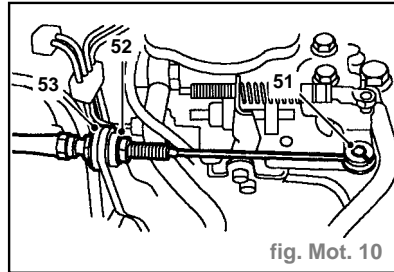

fig. Mot. 10
- Dégager le câble d'accélérateur (51) du levier d'accélérateur (fig. Mot. 10).
- Brancher le câble d'accélérateur sur le support de butée et serrer l'écrou (fig. Mot. 10).